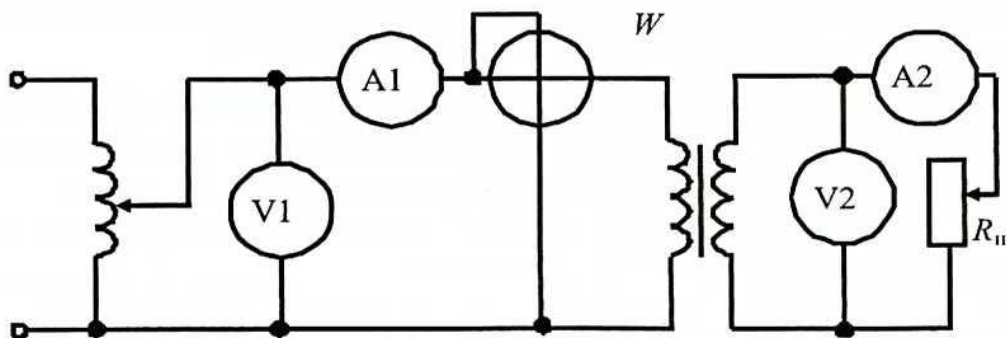

Рис. 7. Схема испытания трансформатора — нагрузочный режим
3. Собрать цепь включения трансформатора в нагрузочном режиме, согласно рис. 7. Изменяя сопротивление нагрузки, выполнить 3–4 измерения параметров, указанных в табл. 8. При выполнении опытов необходимо следить за величиной тока в обмотках, величины токов I_1 и I_2 не должны превышать номинальных значений.